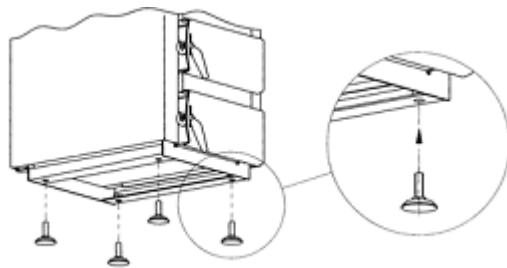

Рис. 7. Горизонтальне встановлення котла
- А. Котел разом з теплообмінником встановити на негорючій основі, використовуючи теплоізолюючу плиту більшу принаймні по 2 см на сторону від бази котла. Якщо котел розміщений у підвалі, радимо поставити його на підмурівок висотою 5-10 см. Для горизонтального розміщення котла служать 4 ніжки, які можна вкрутити в отвори в основі котла (Рис.7).